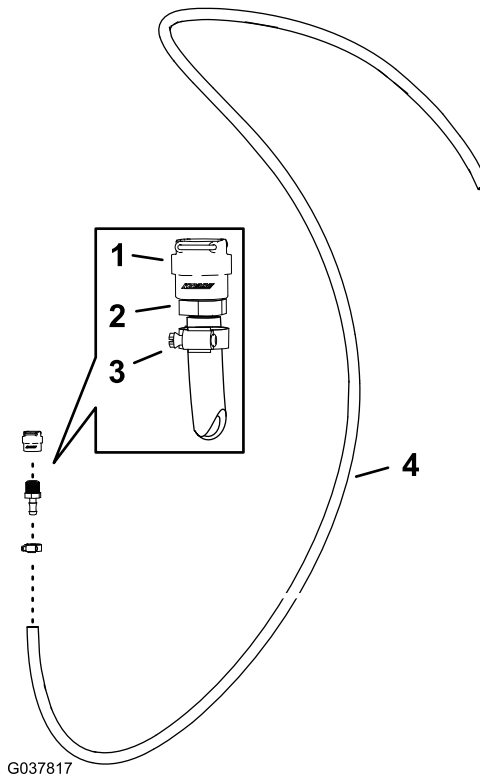

Figure 93
- 1. Fixez le raccord rapide (douille) au raccord cannelé droit (1/2 po) et au flexible (1,3 x 762 cm) à l'aide du collier que vous avez retiré sous Dépose du pistolet-pulvérisateur du flexible d'alimentation (page 19), comme montré à la Figure 93.